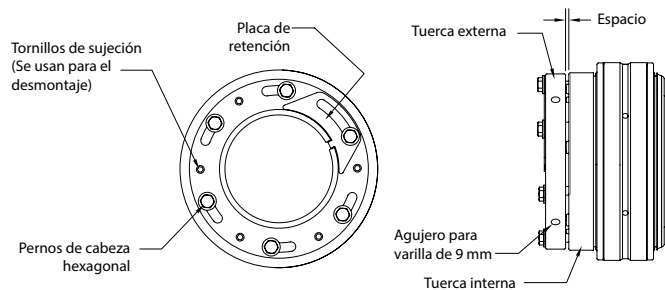
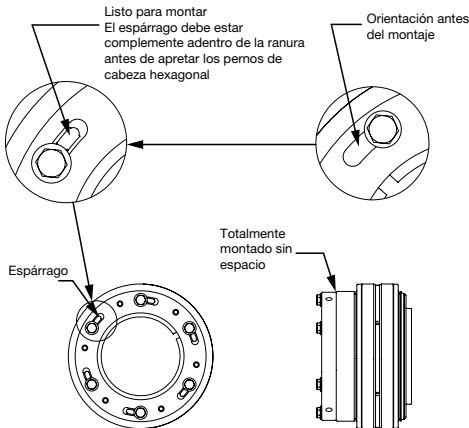
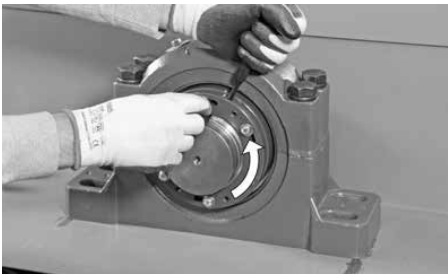
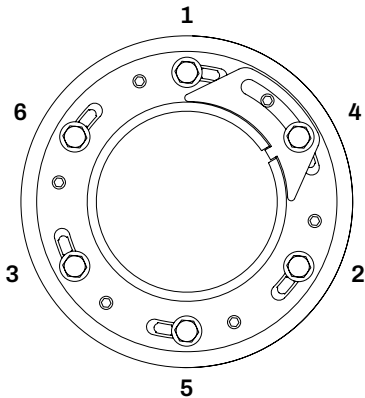

Figura 1. Rodamiento con tuerca doble como se envía con el espacio presente
Figura 3. Tuerca girada y lista para la instalación
Figura 4. Sostenga la tuerca externa y gire la tuerca interna usando el perno de cabeza hexagonal
Figura 5. Patrón de estrella para una instalación correcta
El conjunto de la tuerca de seguridad se compone de una tuerca externa y una tuerca interna. El rodamiento se envía con un espacio presente entre las dos tuercas. Las dos tuercas deben conservar este espacio antes de montar el rodamiento. La configuración de doble tuerca antes de la instalación se muestra en la figura 1. Anote la posición de las ranuras de las tuercas externas en relación con los pernos de cabeza hexagonal.
6. Afloje, pero no retire los pernos de cabeza hexagonal. Al aflojar los pernos de cabeza hexagonal, use una varilla de 9 mm para mantener la tuerca externa en su posición. Mientras sostiene la tuerca externa con una varilla de 9 mm, agarre uno de los pernos de cabeza hexagonal y gire la tuerca interna hacia la izquierda para detener los pernos de cabeza hexagonal como se muestra en la figura 3. Vea la figura 4 que demuestra este paso. **Si la tuerca externa se mueve durante este paso, es indispensable volver a colocar el ensamble de la tuerca de modo que la tuerca externa se posicione en la marca de alineación que dibujó en el paso 4 antes de continuar con el siguiente paso. Asegúrese de que el espárrago de espaciado esté visible en la ranura como se muestra en la figura 3, de lo contrario la tuerca no se instalará correctamente.**
7. En este momento los espárragos maquinados, que se utilizaron para crear el espacio, se han colocado en el interior de las ranuras alargadas y las dos tuercas pueden jalarsé al mismo tiempo, con lo cual se instala el rodamiento en el eje. **Si la tuerca externa se mueve durante este paso, es indispensable volver a colocar el ensamble de la tuerca de modo que la tuerca externa se posicione en la marca de alineación que dibujó en el paso 4 antes de continuar con el siguiente paso.** Apriete gradualmente los pernos de cabeza hexagonal en un patrón de estrella, como se muestra en la figura 5, hasta que la tuerca externa se asiente firmemente contra la tuerca interna y el espacio se cierre por completo como se muestra en el figura 3 (sin alcanzar aún el torque total).
8. Retire el perno de cabeza hexagonal que esté más cercano a la ranura en el adaptador. Es posible que aparezca un espacio pequeño entre las dos tuercas cuando se retire el perno de cabeza hexagonal. Esto es algo normal y el espacio se cerrará cuando vuelva a instalar el perno de cabeza hexagonal. Instale la placa de retención de modo que la lengüeta encaje en la ranura del adaptador. Si la placa de retención no se alinea con los dos orificios, puede voltearse para que encaje como se muestra en la figura 1. Vuelva a instalar el perno de cabeza hexagonal para sujetar la placa de retención. **Use un patrón de estrella, como se muestra en la figura 5, para ajustar al torque los pernos de cabeza hexagonal según los valores que se muestran en la tabla 1.** Se considera una mejor práctica apretar inicialmente los pernos de cabeza hexagonal un 50 % del torque total, luego apretar nuevamente al 100 % del torque total (use un patrón de estrella en estas dos ocasiones).